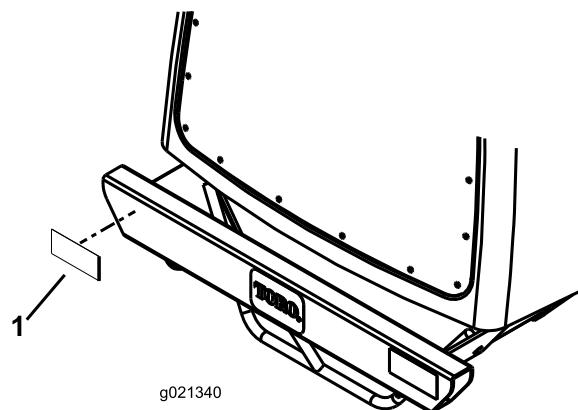

Figure 37
2. Collez 2 bandes réfléchissantes rouges à chaque bout du pare-chocs, comme montré à la Figure 37.